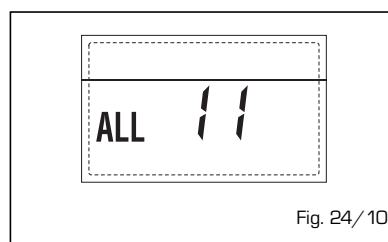

Fig. 24/10
- ANOMALIA CONFIGURAZIONE "ALL 12" (fig. 24/11)